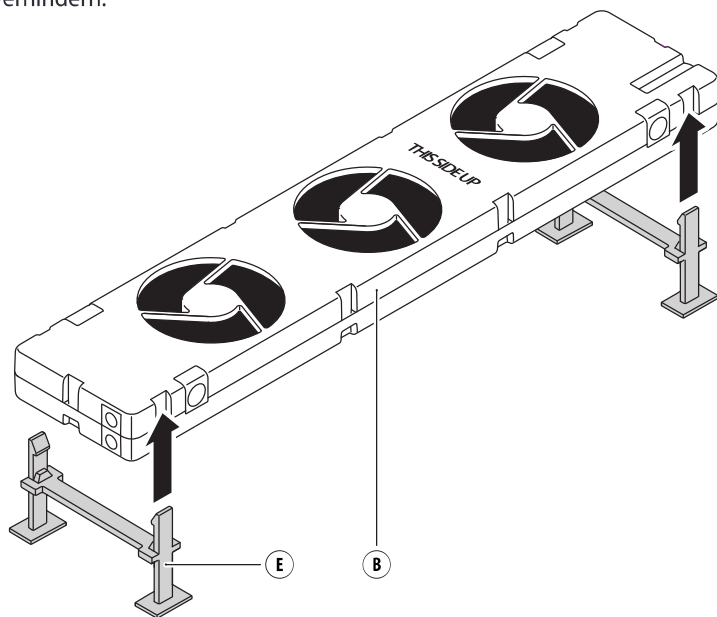

Abb. 8 - Anbringen eines Fußes (E1 oder E2).
1. Bringen Sie die **FüÙe** (E1, E2) an dem **SpeedComfort** (B1) an, indem Sie sie in die **Schlitz**e (b3, b4) einrasten lassen (siehe Abb. 8).